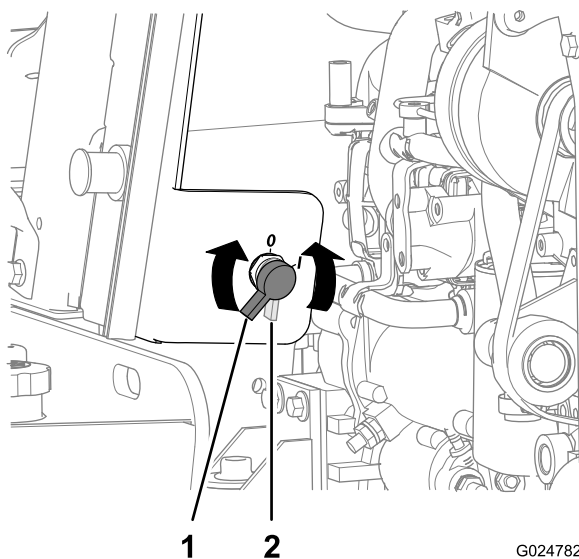

Figura 80
- Collegate il cavo positivo del caricabatteria al morsetto positivo della batteria (Figura 80).
- Ruotate l'interruttore di scollegamento della batteria in senso antiorario in posizione Off (Figura 80).
8. Ruotate l'interruttore di scollegamento della batteria in senso orario in posizione On (Figura 80).